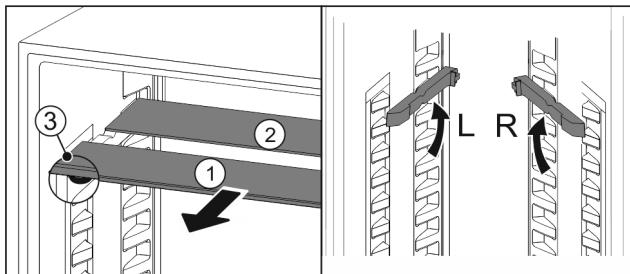

Fig. 52
- ▶ Посьуньте Fig. 52 (1) скляну панель вперед.
- ▷ Скляна панель Fig. 52 (1) з декоративною планкою лежить спереду.
- ▷ Стопори Fig. 52 (3) показують вниз.